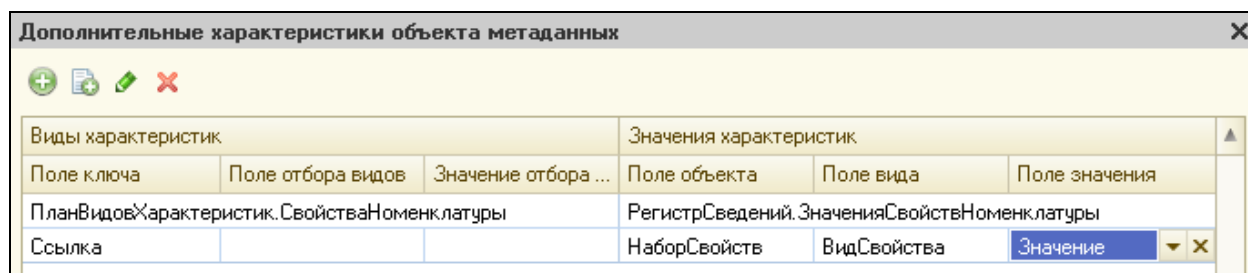

Рисунок 6.11 Дополнительные характеристики объекта метаданных
16. Опишем значение характеристик. Щелкнуть на кнопку выбора в первой пустой строке в правой части. Из списка объектов выбрать **ЗначенияСвойствНоменклатуры**. Графы **Поле объекта** и **Поле вида** заполняются автоматически. Указать, что значения свойств хранится в ресурсе **Значения** (рис. 6.11). Нажать ОК.